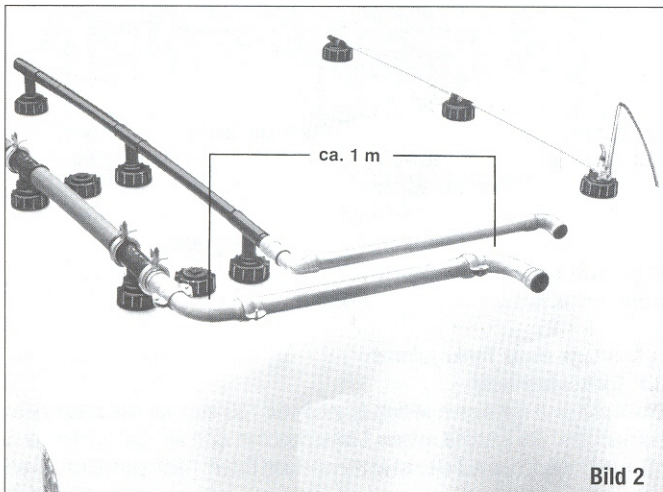

Bild 2
Die bauseitige Fülleitung wird an das Teil (5) angeschlossen. Auf Dichtungen und Sicherungsschellen achten. Sie ist nach den örtlichen Gegebenheiten auszuführen, muß der TRbF 231 Teil 1 genügen und einem Druck von mindestens 10 bar standhalten. (Diese Forderungen erfüllen die verzinkten Steckrohrsysteme mit Sicherungsschellen). Die Verlegung hat so zu erfolgen, daß ein geringfügiges Absenken der Tanks beim Befüllen von den Leitungen aufgenommen wird, ohne daß von diesen unzulässige Spannungen auf die Tanks übertragen werden. Aus diesem Grunde dürfen die Leitungen nicht unmittelbar am Tankanschluß mit einem starren Befestigungspunkt versehen werden; sie müssen vielmehr mit einem 90 Grad Bogen an der Tankbatterie angeschlossen und in der Waagerechten (mit Gefälle zum Tank) zunächst ca. 1 m gradlinig verlegt werden, bevor sie durch Wände und Decken nach außen geführt werden (siehe Bild 2).